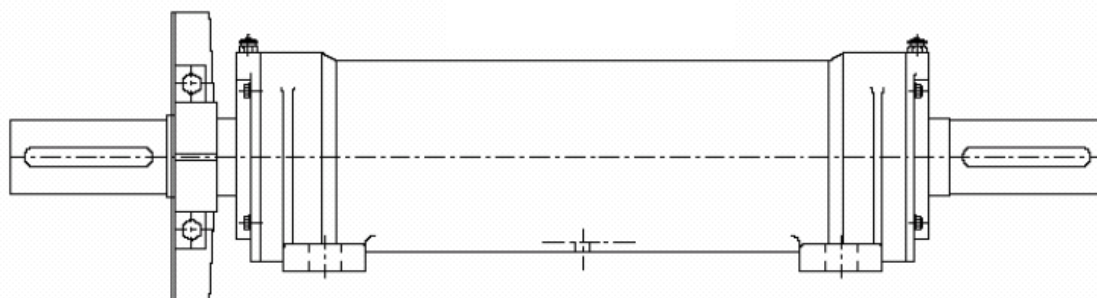

Figura 10-10 Supporto con ventolina di raffreddamento
1.- Per supporti con installata la ventolina di raffreddamento, eseguire lo smontaggio della stessa (Figura 10-10).